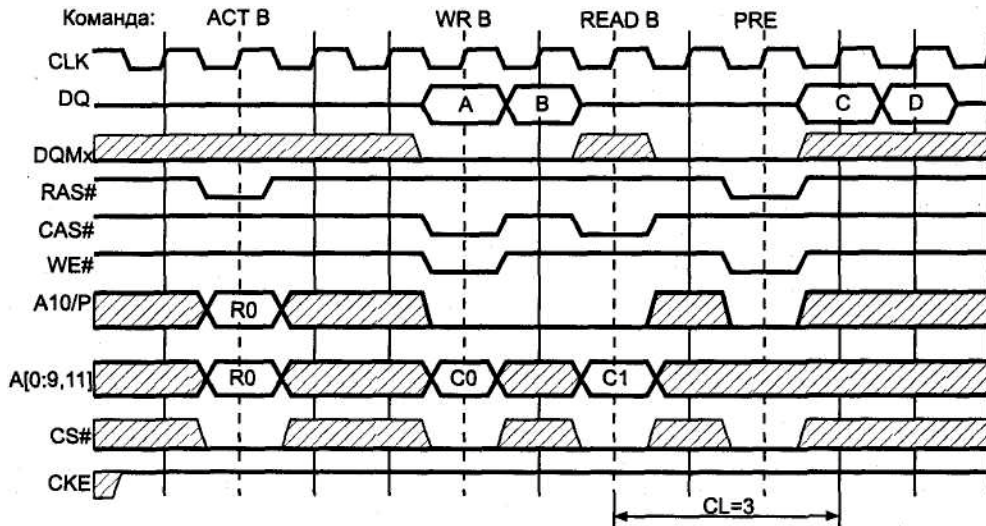

Рис. 7.6. Временные диаграммы пакетных циклов SDRAM: А и В — данные для записи по адресу RO/CO и RO/CO+1, С и D — данные, считанные по адресу RO/C1 и RO/C1 +1
Данные для первой передачи *пакета записи* устанавливаются вместе с командой WR. Данные для остальных передач пакета передаются в следующих тактах. Первые данные *пакета чтения* появляются на шине через определенное количество тактов после команды. Это число, называемое *CAS Latency (CL)*, определяется временем доступа TCAC n тактовой частотой. Остальные данные пакета выдаются в последующих тактах. Временные диаграммы работы SDRAM приведены на рис. 7.6. Здесь показана команда записи WR, за которой следует команда чтения RD из той же страницы, предварительно открытой командой ACT. Далее страница закрывается командой PRE. Длина пакета 2, CL - 3.